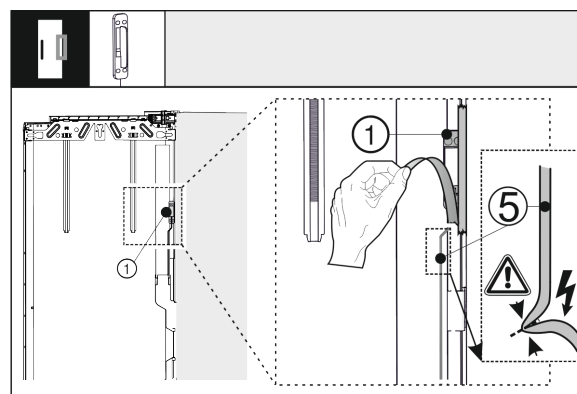

Fig. 40
- Válassza le a koppintasérzékelőt Fig. 40 (1) a külső ajtóról. Ne sértse meg a csatlakozókábelt Fig. 40 (5).